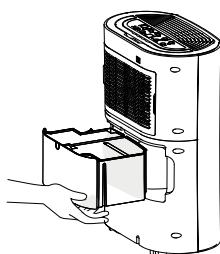

fig. 2
2. Ta tak i håndtakene for å fjerne tanken med begge hender og trekk den kraftig, men forsiktig ut av apparathuset (fig. 2).